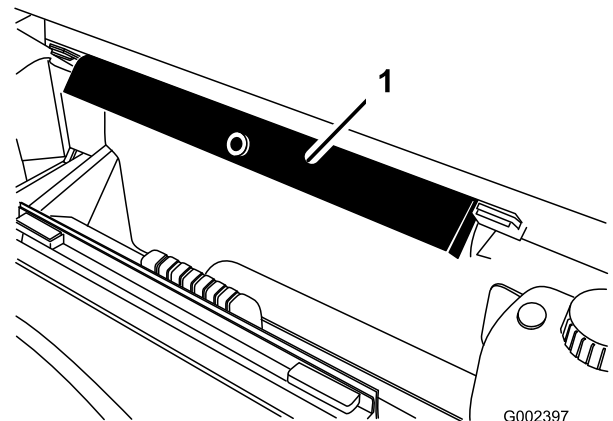

**Figura 45**
3. Retire os parafusos de segurança da parte frontal do patim (Figura 45).